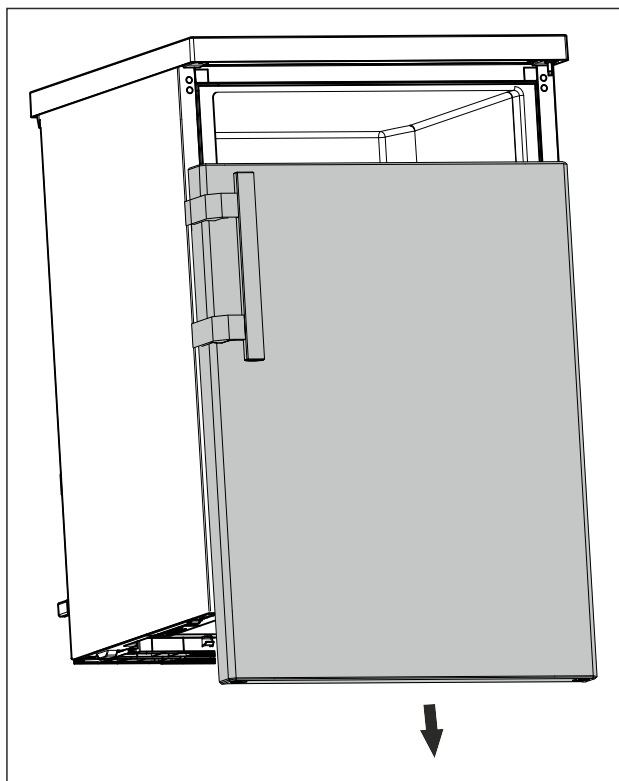

Fig. 12
- Verwijder de deur naar beneden. (zie Fig. 12)